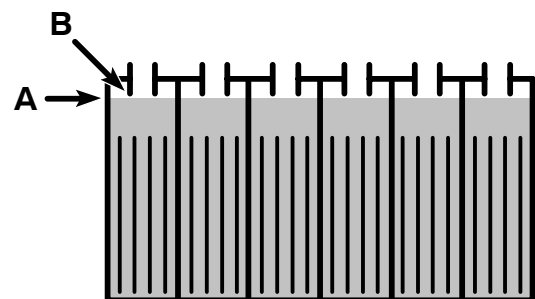

FIG. 43
3. Après la mise en charge des batteries, vérifiez le niveau d'électrolyte (A) **dans chaque élément de batterie**. Le niveau doit se trouver environ à 1 cm du bord inférieur de l'orifice de remplissage (B). Ajoutez de l'eau distillée si nécessaire (Figure 43). **NE REMPLISSEZ PAS TROP.**